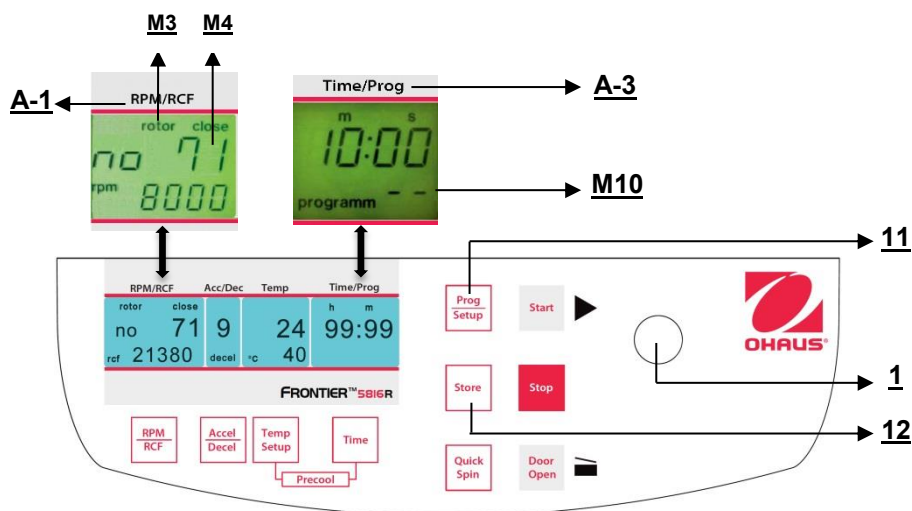

Figura 25
Per richiamare i programmi salvati, premere il tasto **"Prog/Setup"** (11) (fare riferimento alla figura 25) quando il coperchio è già chiuso. Sul display **"Time/Prog"** (A-3), appare la parola **"programm -"**(M10). Il numero di programma desiderato può essere preselezionato mediante la manopola di regolazione (1).